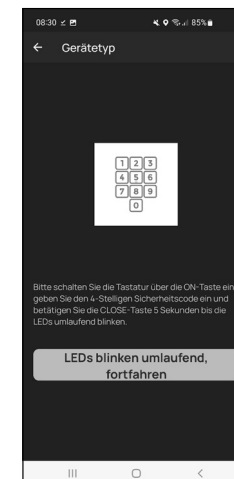

Fig. 6
- 5 Le clavier est maintenant en mode programmation. Veuillez exécuter les autres étapes sur votre smartphone (Fig. 6).